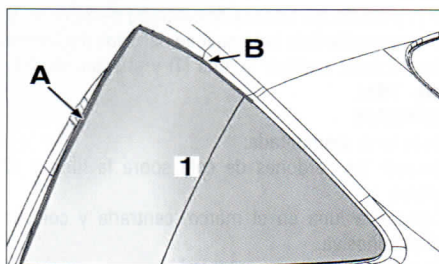

FIG. 80
En el exterior (fig. 80), con cinta adhesiva, mantener la junta sobre la luna de custodia (1) levantada en toda su longitud en A y B.